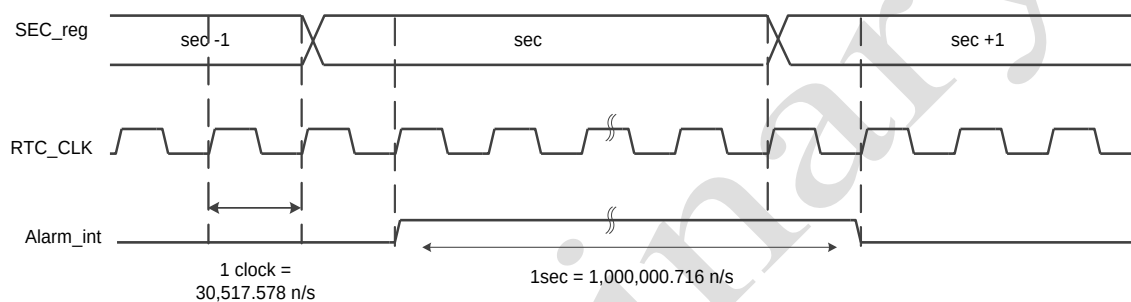

Figure 12-3 Alarm Interrupt Operation
- Alarm interrupt는 1sec동안 high level을 유지 한다. (Refer to Figure 12-3)